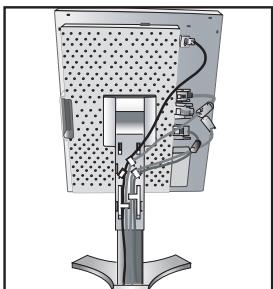

Figure 7
6. Si vous utilisez le moniteur en mode Portrait, placez le câble DVI et le câble Mini D-Sub à 15 broches à DVI dans les crochets spécifiques indiqués (Figure 7).